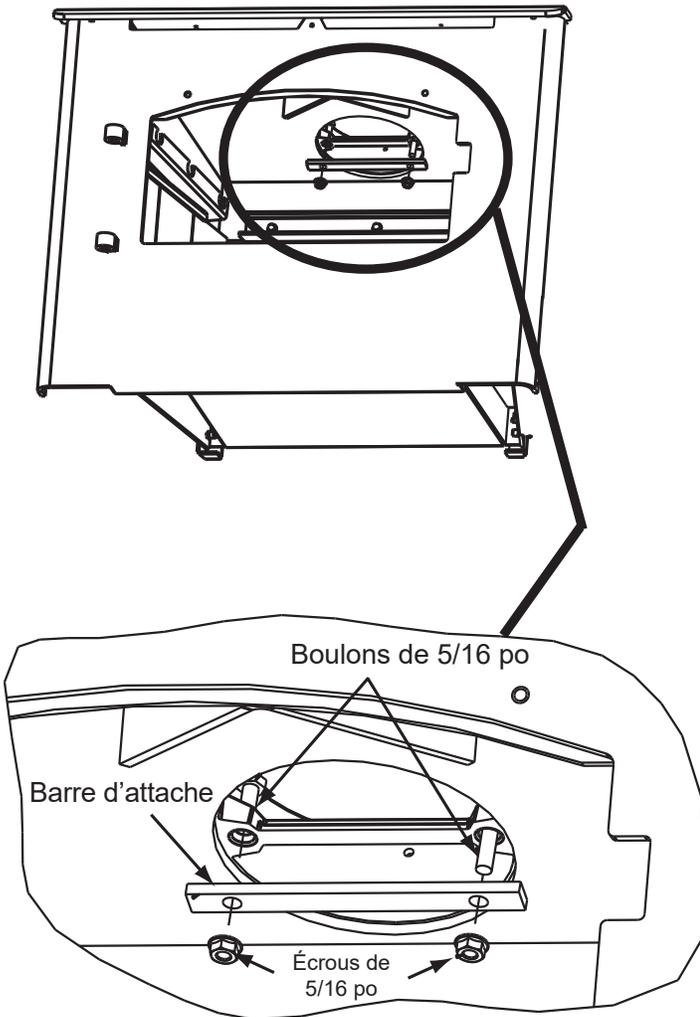

Figure 41.1
1. Une fois l'appareil en place et fixé, atteignez et saisissez la barre de fixation à travers l'ouverture de la cheminée et tirez-la vers le bas à l'intérieur de l'ouverture de la cheminée (**Figure 41.1**).